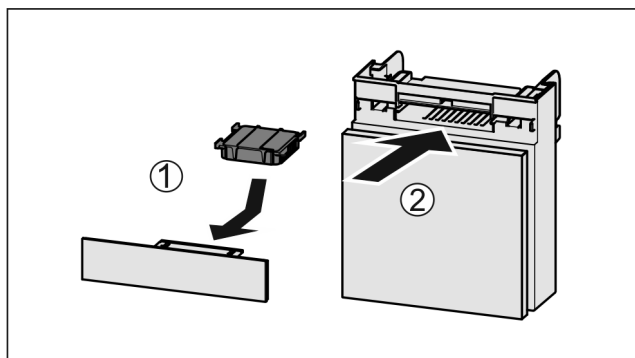

Fig. 109
- Sätt in Fig. 109 (1) aktivtkolfiltret enligt bilden.
- Skjut in Fig. 109 (2) lådan.